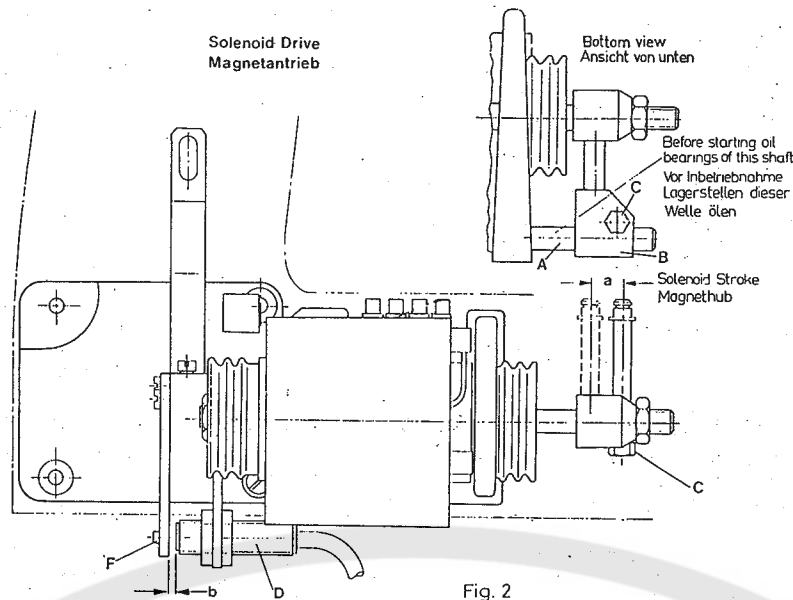

Fig. 2
Loosen nut (C, Fig. 2) and move head (B) as required on shaft (A) to obtain the desired dimension "a" (Fig. 2) according to the following table:
**Note:** The dimension "b" (Fig. 2) is adjusted when the motor is switched on, as described under item 12.
Nach dem Lösen der Mutter (C, Fig. 2) kann der Kreuzkopf (B) auf der Welle (A) entsprechend verschoben werden und das Maß "a" (Fig. 2) nach folgender Tabelle eingestellt werden:
**Beachten Sie:** Das Maß "b" (Fig. 2) wird erst bei eingeschaltetem Motor, wie unter Punkt 12 beschrieben, eingestellt.